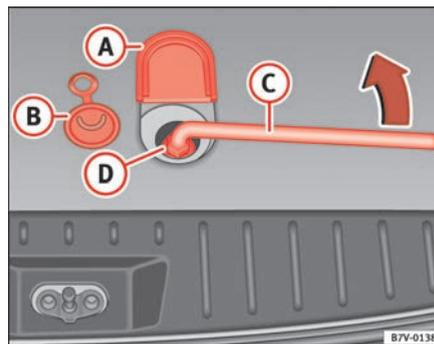

Fig. 152 Extracción de la rueda de repuesto
1. Levante hacia delante la tapita **A** ⇒ fig. 152 que se encuentra en el piso del maletero, junto al cierre del portón trasero.
4. Saque la llave de rueda ⇒ página 248, fig. 152 (C) y gire el tornillo del piso del maletero varias veces a la derecha, hasta que la rueda defectuosa quede apoyada firmemente contra el lado inferior del piso del maletero ⇒ ⚠ en “Extracción de la rueda de repuesto”, página 248.
5. Cierre el orificio con la junta de goma ⇒ página 248, fig. 152 (B) y baje la tapa (A).